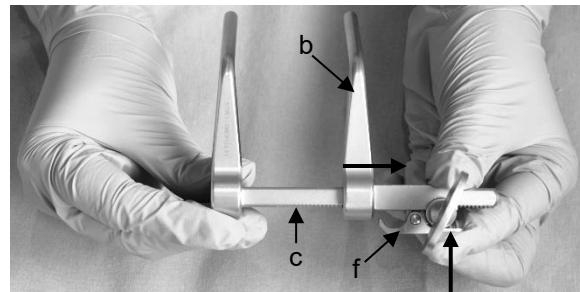

Fig. 18
1. Déplacer le bras d'extension mobile (b) sur la crémaillère (c) vers l'extérieur de manière à pouvoir le retirer. Débloquer simultanément le verrou (f) en poussant dans le sens de la crémaillère (c) (Fig. 18).